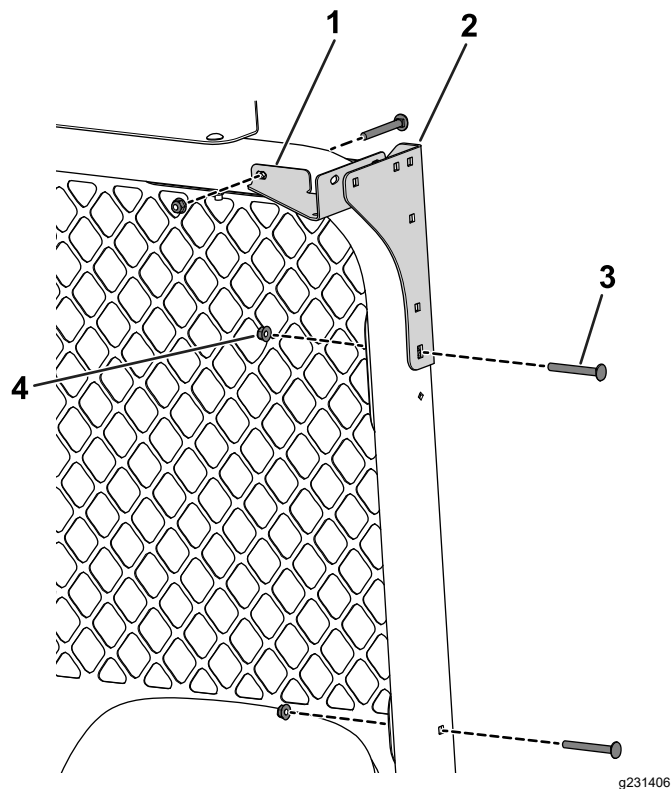

图 34
6. 使用 4 个托架螺栓5/16 x 2¾ 英寸和 4 个螺母5/16 英寸将后安装支架和后角撑板固定到翻车保护杆上 图 34。
7. 安装 2 个托架螺栓5/16 x 2¾ 英寸和 2 个螺母5/16 英寸将后滤网固定到翻车保护杆上 图 34。